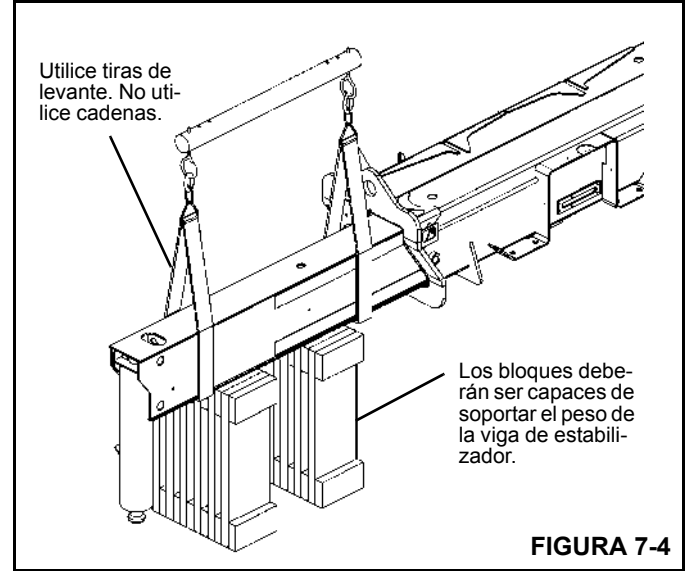

FIGURA 7-4
3. Extienda la viga del estabilizador ligeramente para permitir la fijación de una tira de levante (Figura 7-4) a la viga.
8. Coloque bloques debajo de la viga del estabilizador (Figura 7-4).
2. Extienda la viga del estabilizador ligeramente para permitir la fijación de una tira de levante (Figura 7-4) a la viga.
4. Saque los pernos (1) que fijan el tubo del cilindro de extensión a la caja de estabilizadores.
6. Coloque la viga de estabilizador en el material de apoyo (Figura 7-4).